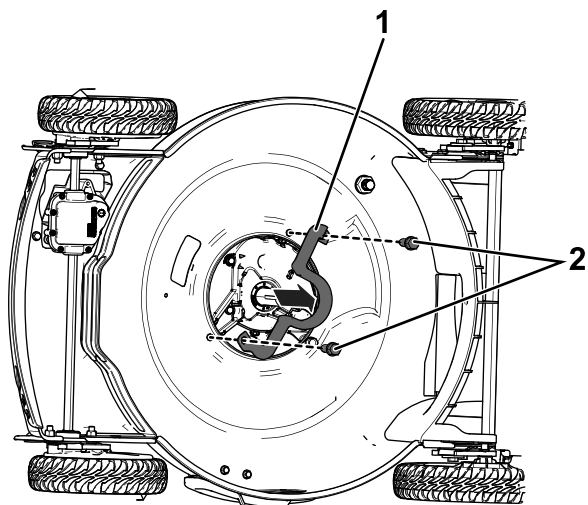

**Figura 2**
6. Rimuovete la cinghia dalla trasmissione della lama e poi rimuovete e conservate la trasmissione della lama (Figura 2).